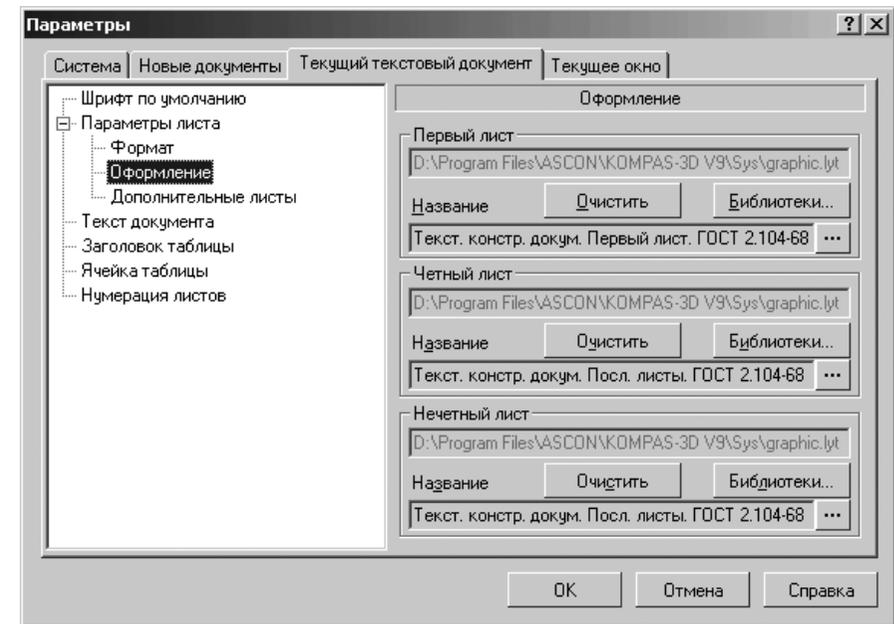

Рис. 5.87. Диалоговое окно **Параметры** с открытой панелью **Оформление**
- щелкните в списке ветвей по ветви **Оформление**. В правой части диалогового окна **Параметры** появится панель **Оформление** (рис. 5.87).